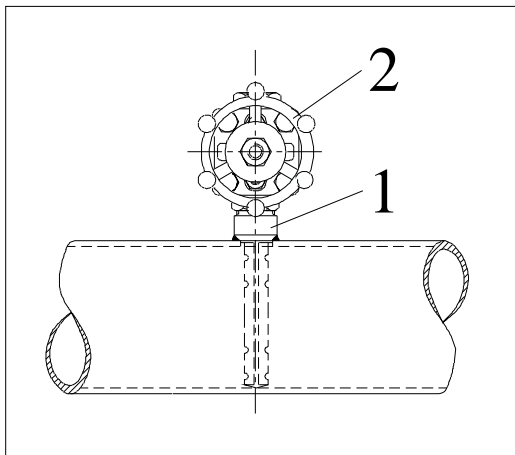

Abb. 9: Montagestutzen mit Absperrschieber
3. Heften Sie den Montagestutzen {1} mit 1-2mm Luftspalt auf die Rohrleitung (Abb.9).
12. Montieren Sie die Flo-Tap-Sonde, indem Sie den Gewindestutzen {5} in den Absperrschieber {2} schrauben. (Abb.9 und 11)